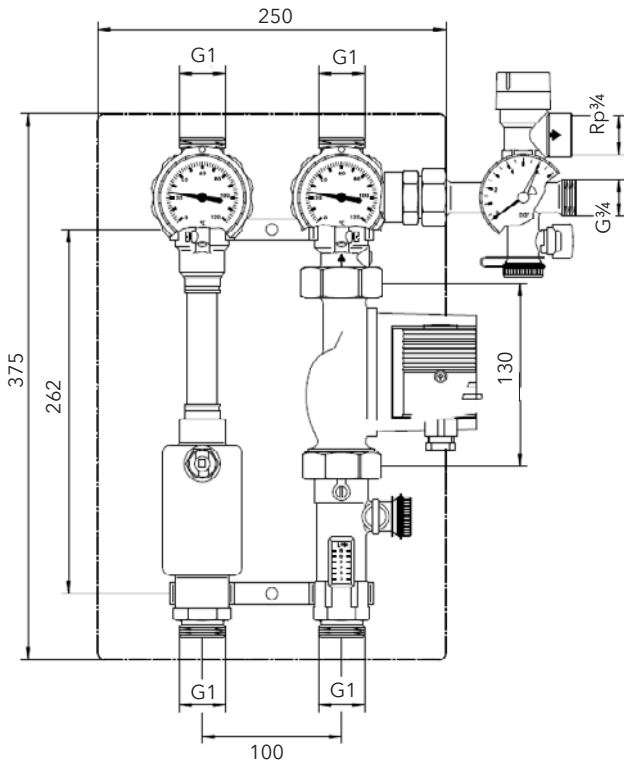

Bild 5 Bemaßung in mm
- Vordere Isolierschale (6) abnehmen.
- 2 Bohrungen im senkrechten Abstand von 262 mm für die beiden Wandhalterungen (8) anbringen (Bohr raster Bild 5). Solarstation anschrauben.
- Sicherheitsgruppe (2) mit beiliegender 3/4"-Dichtung an Rücklaufstrang anschließen. Beim Festziehen der Klemmringverschraubungen gehalten, da sich sonst Dichtstellen lösen oder Teile beschädigt werden können.
- Die Regler SUNGO S, SL und SXL können in die Solarstation integriert werden. Dazu die 4 mitgelieferten Hartschaumdübel (12) in die Bohrungen des Regler-Befestigungsblockes drehen. Anschließend Regler (13) mit Unterteil aufsetzen. Mit den 4 Befestigungsschrauben (14 + 15) Regler am Befestigungsblock festschrauben. Bei Verdrahtung an geeigneter Stelle mit Kabelbinde für Zugentlastung der Reglerklemmen sorgen.
- Vordere Isolierhaube (6) aufsetzen.